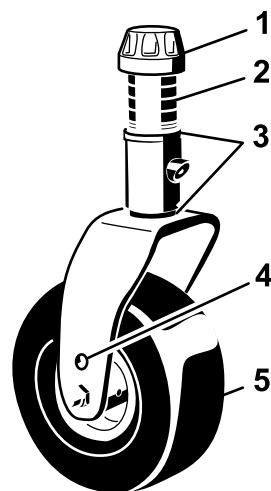

Figure 5
2. Placez les essieux des roues pivotantes dans les mêmes trous sur les deux fourches. Pour choisir les trous correspondants au réglage, reportez-vous à la Figure 5.
3. Enlevez le chapeau de tension de l'axe de pivot (Figure 5) et sortez l'axe du bras pivotant. Remplacez les 2 cales (3 mm) sur l'axe de pivot dans leur position d'origine. Ces cales sont nécessaires pour que les unités de coupe soient parfaitement de niveau sur toute la largeur. Placez le nombre requis d'entretoises de 13 mm sur l'axe de pivot pour obtenir la hauteur de coupe voulue, puis ajoutez la rondelle.